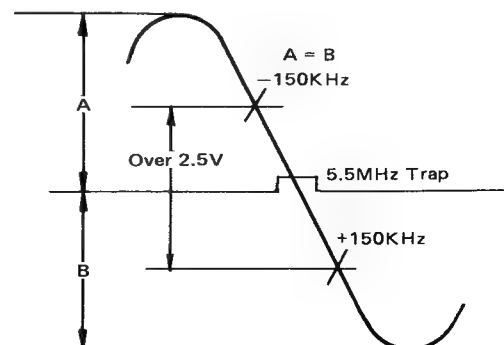

Fig. 31 Abb. 31
4. Adjust L105 for maximum amplitude and in equal height as in fig. 31.
4. L105 auf größte Amplitude und gleiche Höhe abgleichen (s. Abb. 31).